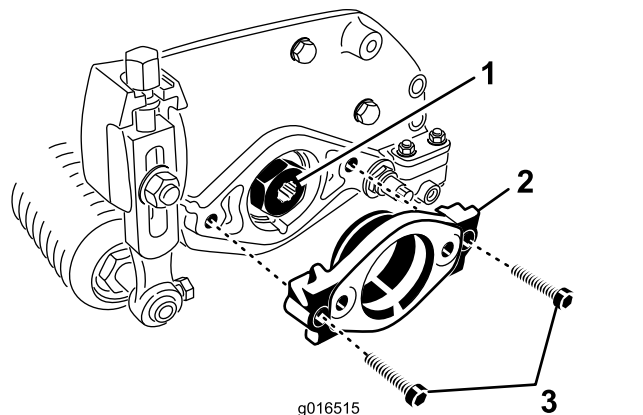

图8
2. 拆下将马达支架固定到滚刀组左端的 2 个内六角螺栓。拆下马达支架 (图8)。
3. 向传动轴花键的内径涂抹润滑脂 (图8)。
4. 在滚刀组左端的 O 形圈上涂抹一薄层润滑脂用之前拆下的 2 个内六角螺栓安装马达支架图8。上紧螺栓扭矩至 1620N·m。